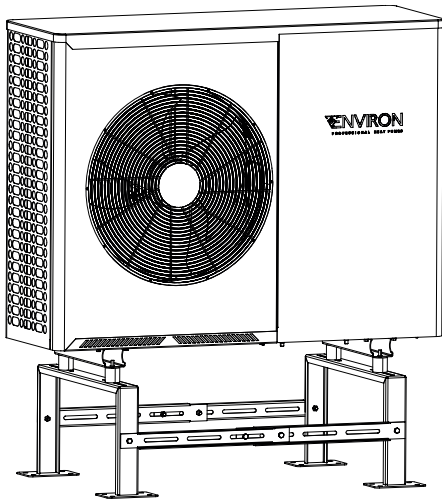

Abbildung 1: Bodenhalterung mit Vibrationsdämpfer
- Die Installation der Wärmepumpe sollte auf flachen Betonblöcken, einer erhöhten Betonplattform oder einer Stahlhalterung erfolgen (siehe Abb. 1 und Abb. 2).